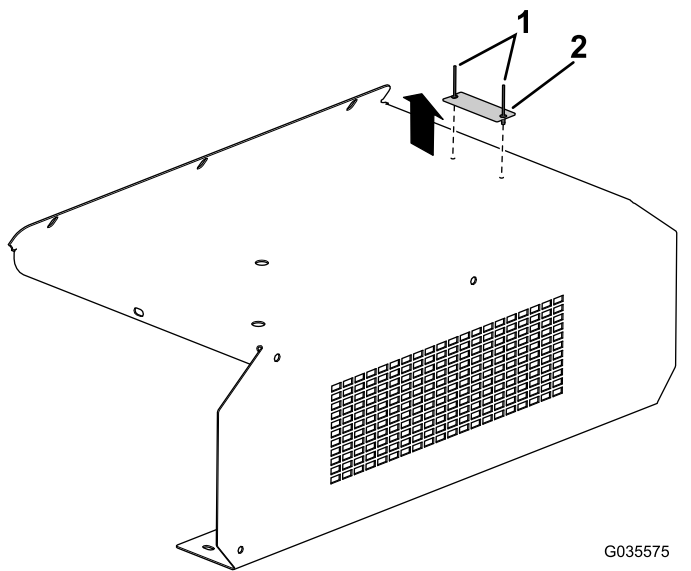

Figure 6
4. Déposez la plaque du numéro de série sur la protection de rinçage en perçant les rivets (Figure 6).